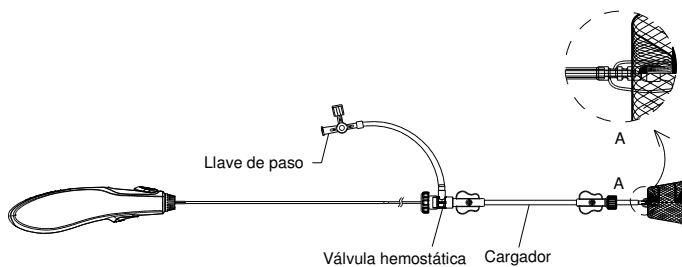
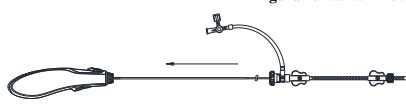

Figura 4. Ilustración del sistema ocluidor de CAP CeraFlex™
Figura 5. Ilustración de la carga del dispositivo en un cargador
- Revise atentamente la conexión entre el ocluidor y el cable de administración (consulte la **Figura 4**). Sumerja el dispositivo y el cargador en solución salina y tire del ocluidor de CAP CeraFlex™ para introducirlo en el cargador dando tirones rápidos (consulte la **Figura 5**).